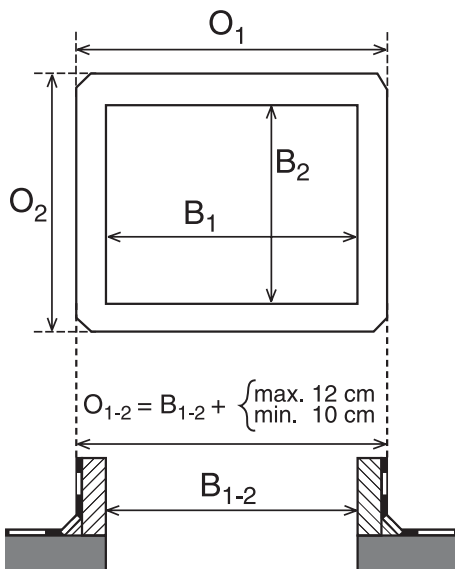

Fig. 5
1.4 Other curb (see fig. 5)
1.4 Anderer Aufsatzkranz (siehe Bild 5)